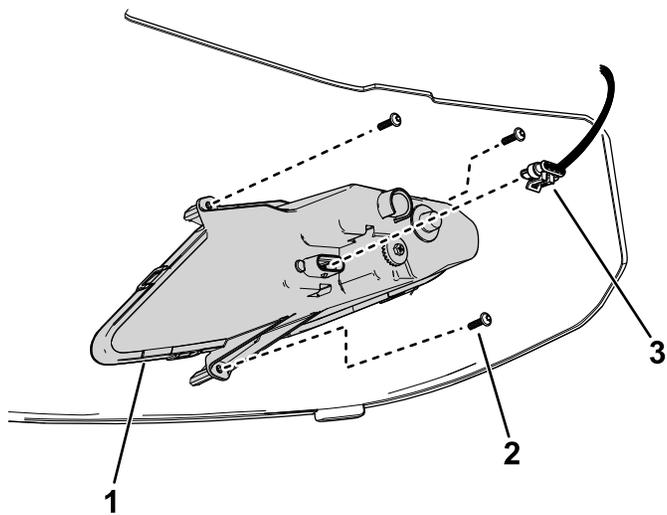

Figura 34
3. Desconecte el conector del arnés de cables del conector del faro (Figura 34).
6. Conecte el conector del arnés de cables al conector del faro (Figura 34).